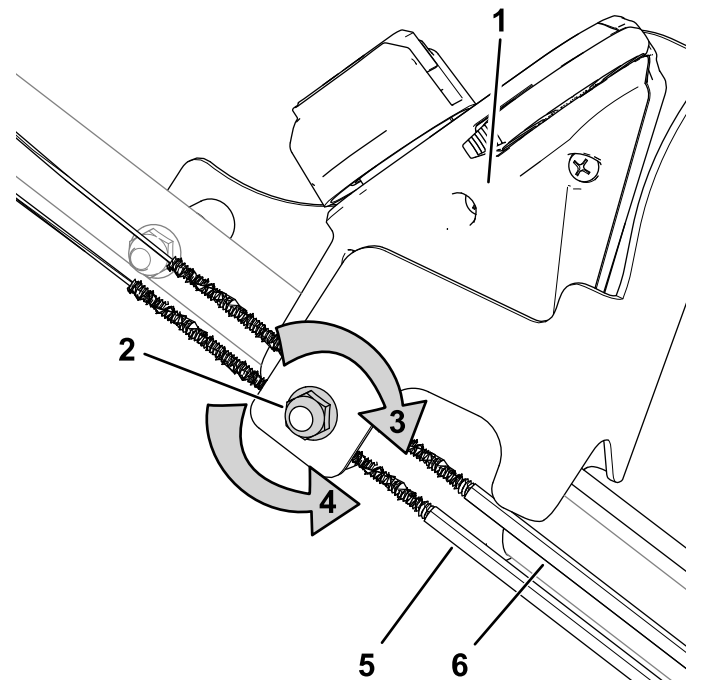

Figure 27
1. Tournez l'écrou de réglage dans le sens antihoraire pour desserrer le réglage (Figure 27).
2. Ajustez la tension des câbles (Figure 27) en les tirant en arrière ou en les poussant en avant, puis en les maintenant à cette position.